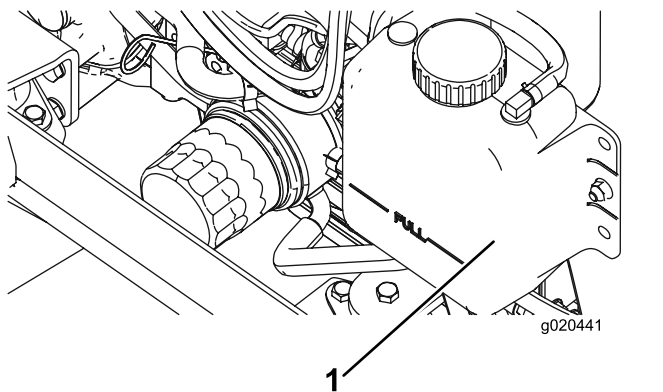

Figure 96
1. Retirez le bouchon du radiateur et le bouchon du vase d'expansion avec précaution (Figure 96).